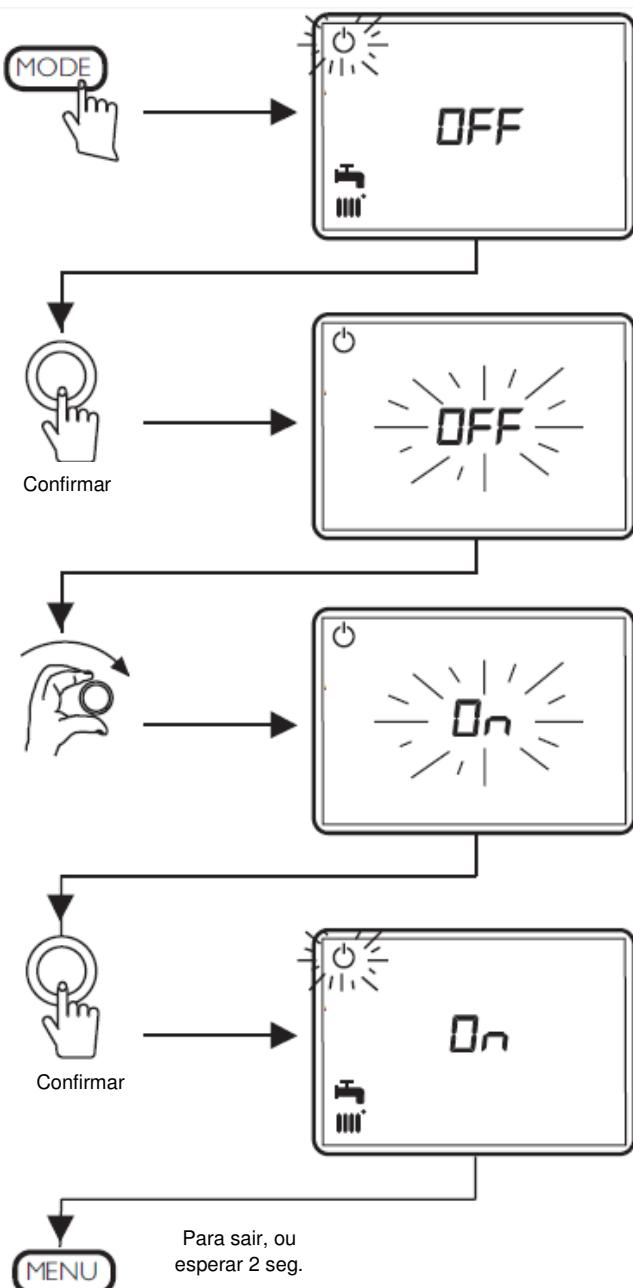

Fig. 20: Diagrama de alteração do modo espera a modo operação
6. Seguir o diagrama da Fig. 20.